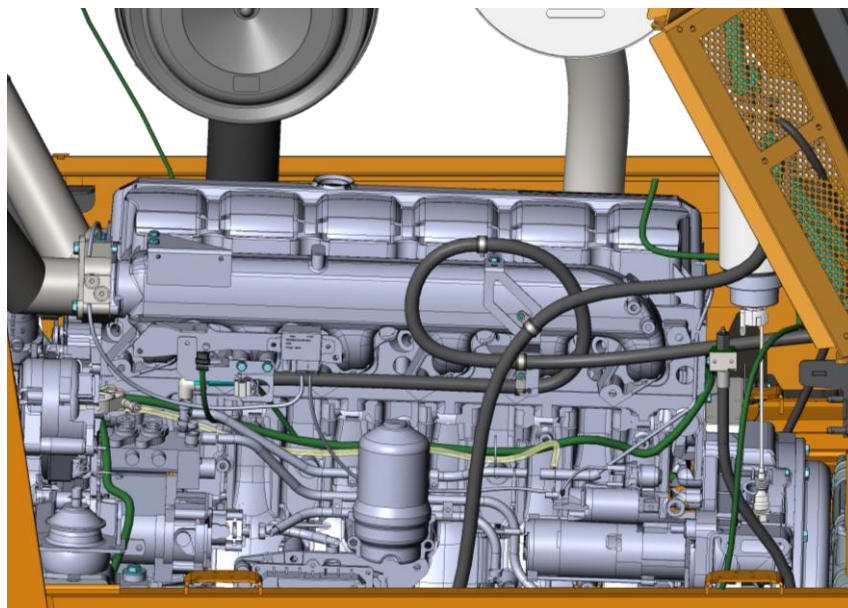

Рисунок 5.15. Моторный отсек машины
- ▶ Осмотреть двигатель на предмет протечек моторного масла, топлива, охлаждающей жидкости, рис. 5.15.